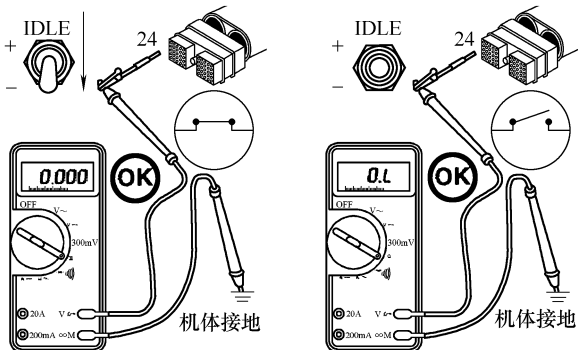
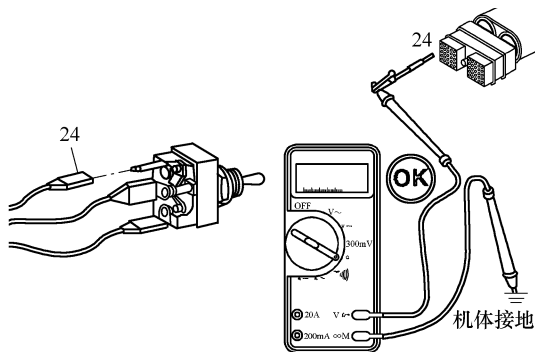

图 5-210 测量触针 24 与机体间的电阻
图 5-211 断开怠速/诊断减小导线，
③ 测量 OEM 线束插头触针 24 与机体间的电阻,当开关保持在减小(-)位置时,万用表必须显示闭路,电阻小于 10Ω ;释放开关时为开路,电阻大于 $100\text{k}\Omega$,如图 5-210 所示。当开关处于增加(+)位置时,电路必须保持开路。
(2) 检查是否对地短路
① 从开关上断开怠速/诊断减小导线,测量触针 24 与机体间的电阻,如图 5-211 所示。
② 万用表必须显示开路,电阻大于